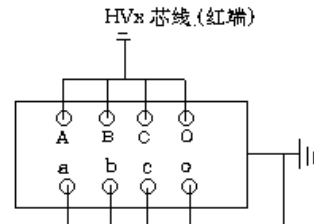

图 13 变压器接法
(1) 测C2：接线见图13
(2) 一次绕组对二次绕组及地
- A. 接线见图 13